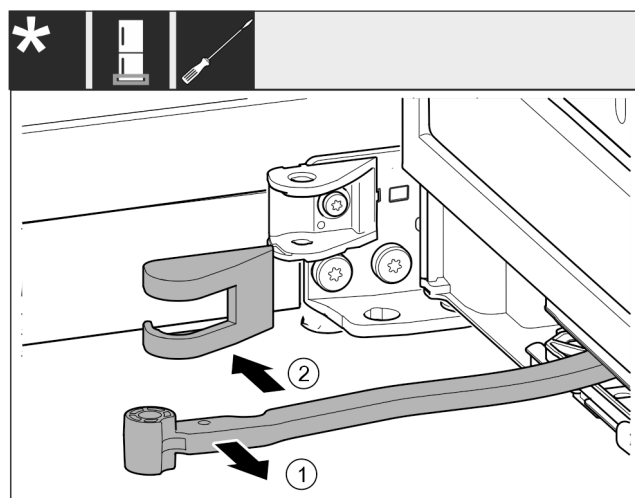

Fig. 19
- Ruotare il giunto Fig. 19 (1) in direzione della porta.
- Rimuovere la copertura del blocco di supporto Fig. 19 (2).